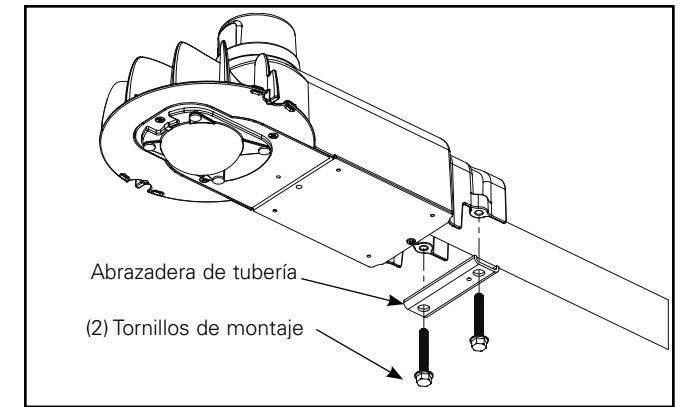

Figura 6.
1. Use una llave de tubo de 1/2" para aflojar la abrazadera de tubería de la luminaria, dejando espacio suficiente para permitir que la tubería de montaje se deslice en el paso de nivelación deseado (Figura 6).